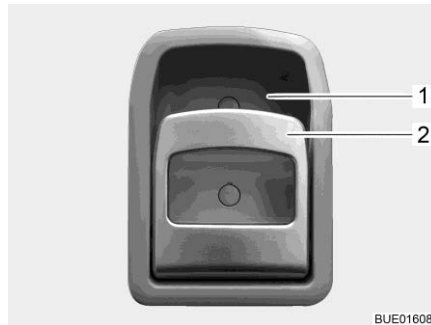

Fig. 54 Serrure de la porte (porte cellule à l'intérieur)
- Tirer sur la poignée (Fig. 54,2). La serrure de la porte se déverrouille et s'ouvre.
- Appuyer sur la poignée (Fig. 54,2) en haut en direction de l'évidement (Fig. 54,1) dans lequel elle repose. La serrure de la porte se verrouille.